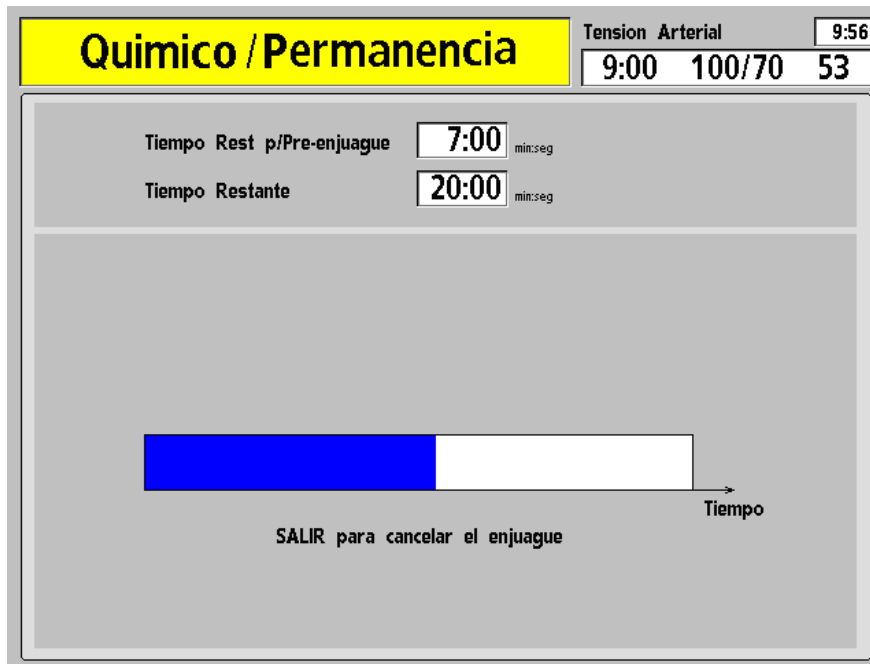

Figura 96 – La Pantalla “Químico/Permanencia”
5. La pantalla “Químico/Permanencia” aparece en la pantalla (vea Figura 96). El progreso del programa de desinfección es indicado por la barra horizontal. El programa comienza con un enjuague de 45 segundos. Se muestra el mensaje, “Espere: Enjuagando lín” en el cuadro de estado.